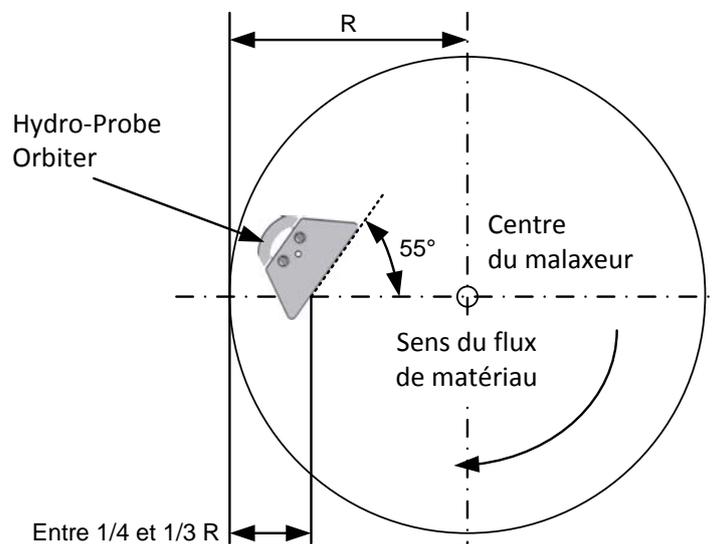
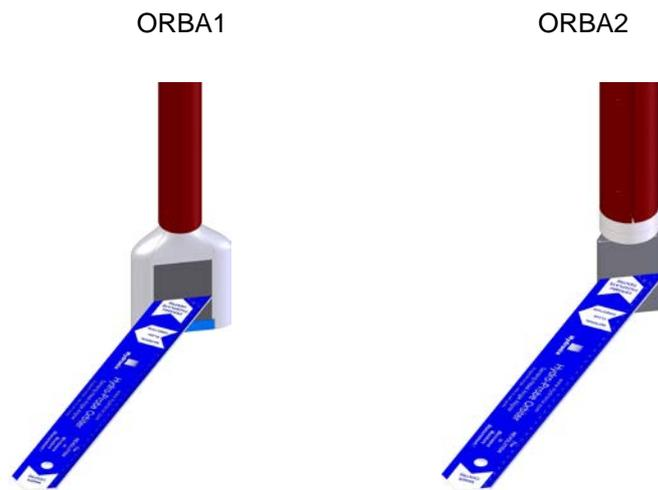

Figure 15: Réglage de l'angle de la sonde pour optimiser les performances
Figure 16: Aligneurs d'angle d'Hydronix pour orienter la face de détection
- Il convient de fixer la sonde le long du bras de la pale décapeuse, en la séparant de la paroi latérale du malaxeur d'une distance équivalente à environ un quart ou un tiers du rayon du malaxeur (voir Figure 15). Sélectionnez un endroit où le flux de matériau est le plus fluide, à l'écart de la zone de fortes turbulences provoquées par le malaxage des pales. La face en céramique doit être orientée selon un angle de 55° par rapport au centre du malaxeur, à l'aide de l'aligneur fourni (voir Figure 16 pour plus d'informations).
La tête de détection doit être placée dans une zone où le flux de matériau est le plus fluide. Normalement, elle doit être séparée de la paroi latérale d'une distance équivalent à un quart ou un tiers du rayon du malaxeur. (Figure 15).
- Un angle de 55° produit généralement de bons résultats. Utilisez l'aligneur d'angle fourni avec la sonde pour régler l'angle (Figure 16).